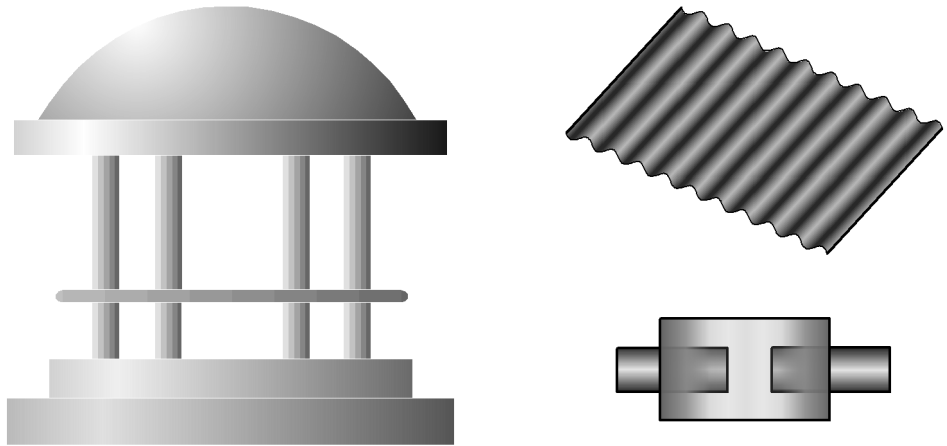

Рис. 34.5. Примеры использования заливок
- **Градиентная** заливка с плавным или пошаговым изменением цвета, представленная несколькими типами (линейной, цилиндрической, угловой, конической, радиальной и квадратной) и придающая объем изображениям графического документа (см. рис. 34.5).